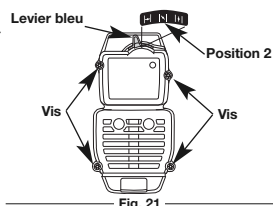

Fig. 21
- REMARQUE:** pour enlever le couvercle du filtre à air/silencieux, le levier bleu doit être en Position 2 (Fig. 21).
- Retirez les quatre (4) vis retenant le couvercle du filtre à air/silencieux (Fig. 21). Servez-vous d'un tournevis à mèche no. 20 Torx.
- Insérez les quatre (4) vis dans les trous du filtre à air/couvercle du silencieux (Fig. 21) et vissez sans trop serrer.